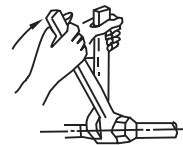

Fig.7-3
- Ponga el tubo de conexión en la posición correcta, apriete las tuercas primero con la mano y después con la llave. (vea la Fig. 7-3)